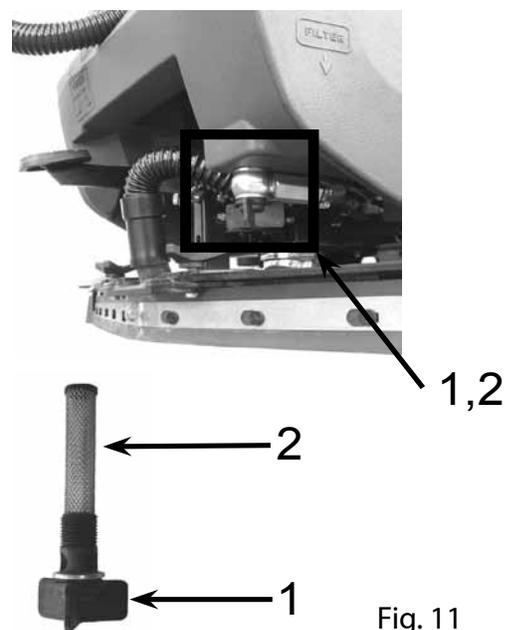

Fig. 11
- Dévisser la vis qui se trouve en dessous du réservoir inférieur (fig. 11, rep. 1);
- Dévisser le filtre du réservoir de solution (fig. 11, rep. 2);
Le robinet est sale ou ne fonctionne pas.	Faire nettoyer ou remplacer le robinet en dévissant la vis, rep. 1 fig. 11.